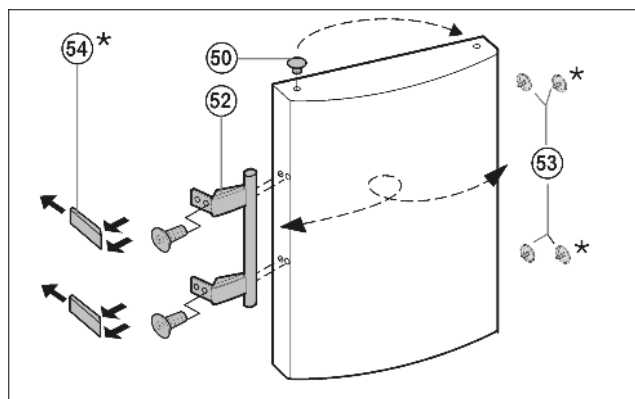

Fig. 14
- ▶ Enlever le bouchon Fig. 14 (50) du coussinet de la porte et le permuter de l'autre côté.
- ▶ Démontez la poignée de porte Fig. 14 (52), les bouchons Fig. 14 (53) et les plaques d'appui* Fig. 14 (54) et les permuter sur le côté opposé.